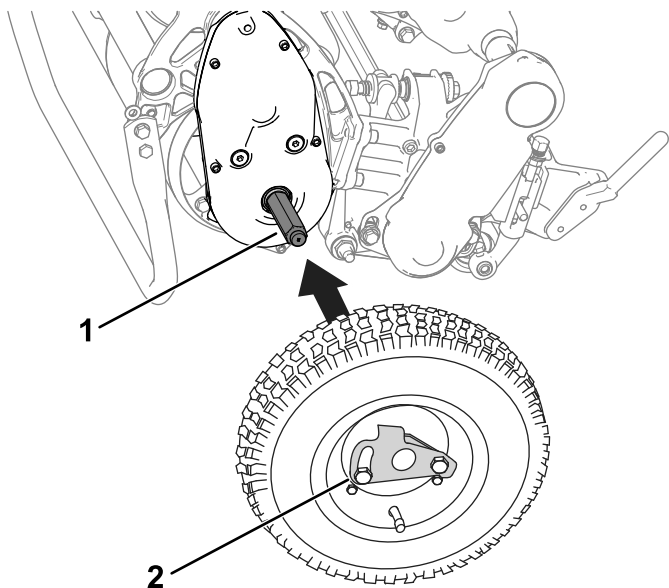

图 25
2. 将行走轮滑动到轴上 图 25。
3. 转动行走轮锁定夹图 25 使其离开轮的中心将行走轮滑动到轴上。